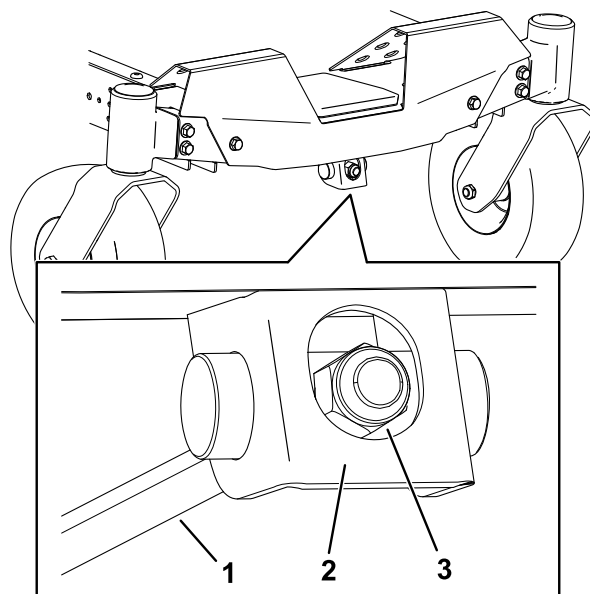

Figuur 74
7. Draai de maaihoogteplaat naar een andere opening zodat deze het gewicht van het maaidek ondersteunt nadat u de plaat hebt geïnstalleerd (Figuur 74).
8. Monteer de ring en de R-pen (Figuur 74).